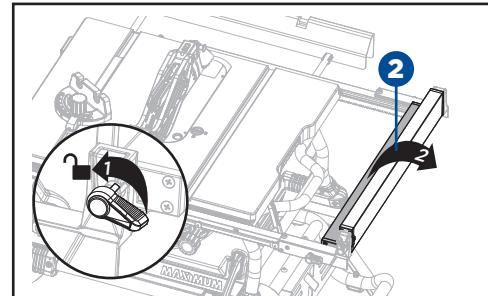

Fig. 20b
GUIDE ÉTROIT (Fig. 20b-20f)
Quand la pièce de soutien est utilisée comme table de rallonge : (Fig. 20b-20c)
- Pour utiliser le guide étroit (2), tournez le levier de verrouillage (3) dans le sens antihoraire et tournez le guide étroit (2) comme indiqué à la figure 20b, puis tournez le levier de verrouillage (3) dans le sens horaire pour verrouiller.
- Lorsqu'il n'est pas utilisé, tournez le levier de verrouillage (3) dans le sens horaire pour rétracter le guide étroit (2), comme indiqué à la figure 20b.